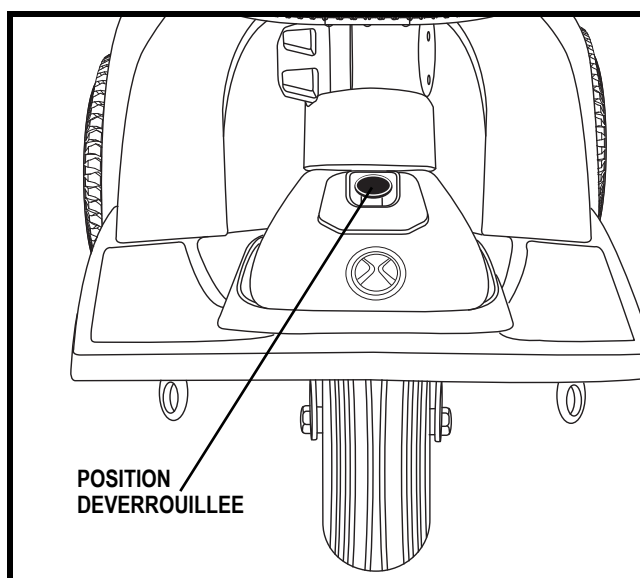

Figure 21A. Guidon (déverrouillé)
- Débloquez la roue avant. Tournez le bouton de blocage 90° dans le sens opposé aux aiguilles d'une montre. Voir la figure 21A.